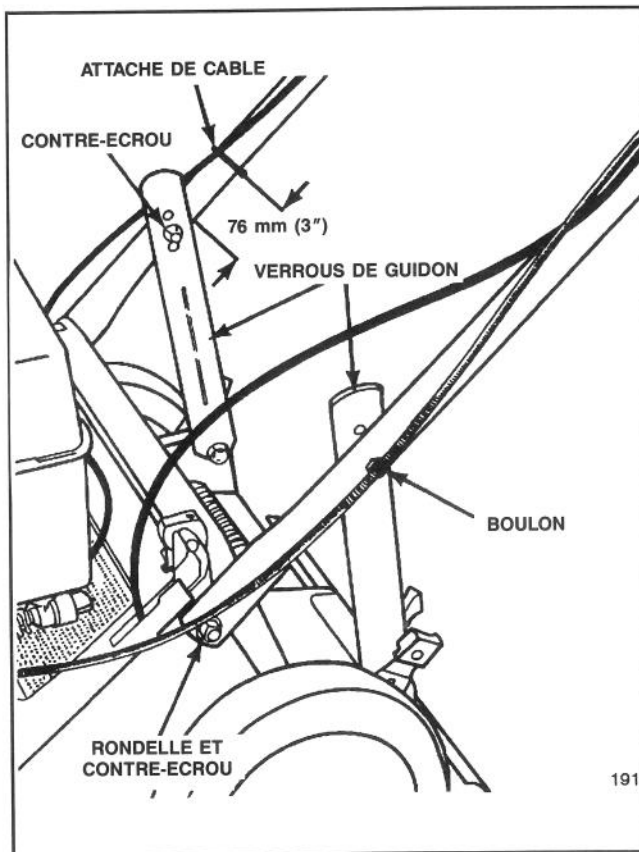

Figure 1
1. Ecartez les extrémités du guidon, posez-les sur les plots de montage du carter de la tondeuse (figure 1) et fixez-les avec une rondelle et un contre-écrou.
2. Faites pivoter les verrous de guidon vers l'arrière et fixez-les à la partie intérieure du guidon avec deux boulons et deux contre-écrous (figure 1).
3. Attachez le câble de commande au montant droit du guidon, à peu près 76 mm (3'') au-dessus du verrou de guidon, en vous servant de l'attache fournie (figure 1).